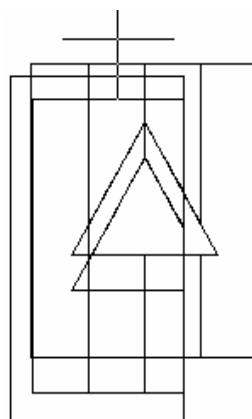

Рис. 5.22
- h) на запрос первого угла видового экрана (Specify first corner of viewport) щелкнуть точку над проекцией разреза (вверху слева от середины новой проекции – рис. 5.22);